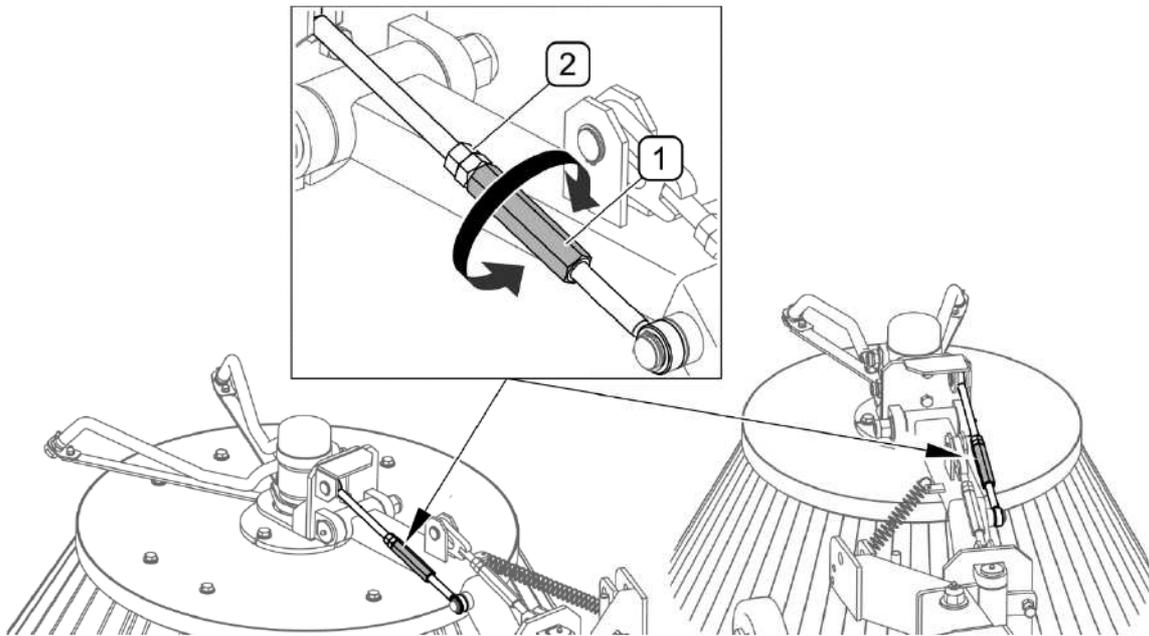

FIGURE 5.7 Le réglage des bras des brosses
- 2) Le réglage des bras des brosses (FIGURE 5.7)
(1) - le tendeur; (2) - l'écrou de sûreté
Le réglage de la hauteur des bras des brosses (FIGURE 5.7) se fait à l'aide des tendeurs (1). Avant de procéder au réglage, il convient de desserrer les écrous de sûreté (2) et en tournant le tendeur (1) régler la hauteur demandée des bras particuliers. A la fin du réglage, serrer les écrous de sûreté (2). Le réglage se fait indépendamment pour la brosse droite et pour la brosse gauche.